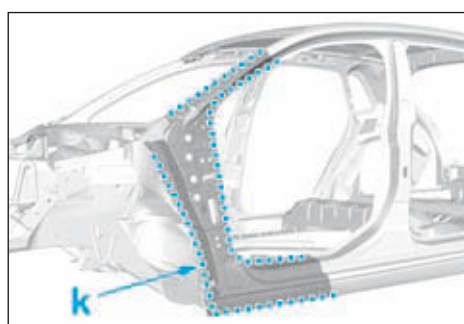

FIG.49
- points électriques en (k) (Fig.49),